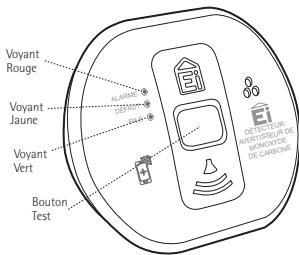

Fig.5
9. Appuyez sur le bouton Test (après 15 secondes) pour vous assurer que l'alarme du détecteur fonctionne (voir figure 5).